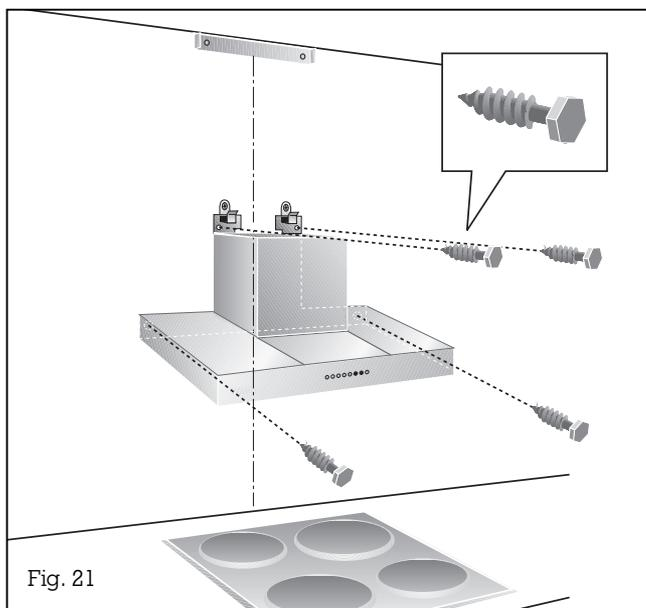

Fig. 21
- Fissate la cappa sulla parete con le 4 viti **b** (Fig. 21).